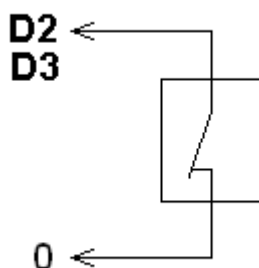

Рис.3.2.
3.4. Схема подключение внешних датчиков приведена на рис. 3.2